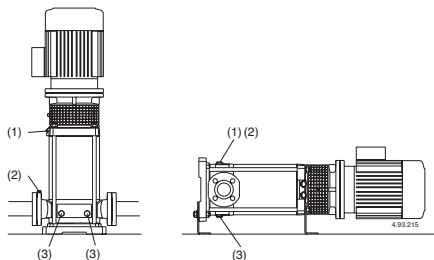

Fig. 4d (1) Remplissage et évent
(2) Event aspiration
(3) Vidange
Avec le niveau d'eau côté aspiration sur la pompe (fonctionnement en charge, fig. 3B), remplir la pompe en ouvrant lentement et complètement la vanne sur le tuyau d'arrivée, en tenant ouverte la vanne de refoulement et les bouchons (1), (2) (fig. 4d) pour purger l'air .
Serrer les bouchons d'évent (1), (2) (fig. 4d), pour MXV-B, MXV(L) 25-32-40-50 et MXV(L)4 25-32-40-50 serrer la vis-éponge (14.17) dans le bouchon de vidange (14.12) (fig. 4b) et fermer l'évent (14.04).